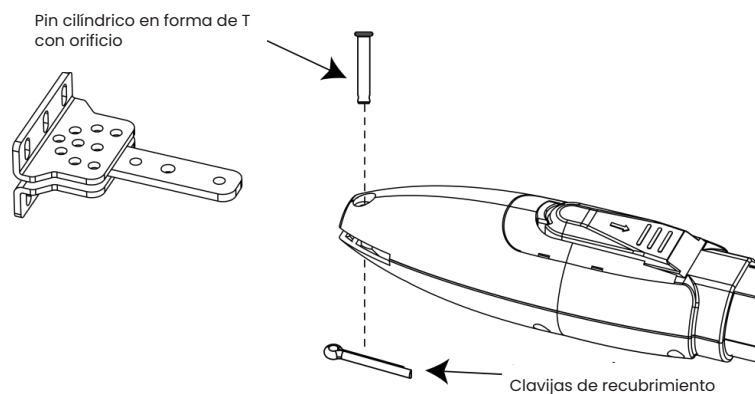

Figura 7
D) Conecte la máquina principal con los soportes de conexión mediante el tornillo y la tuerca como se muestra en la figura 7.